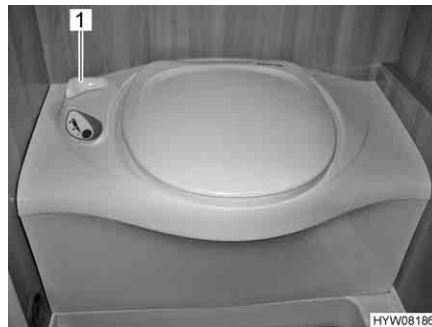

Bild 226 Thetford-toalett
- Öppna spjället på Thetford-toaletten före spolning. Därtill vrids spjällspaken (Bild 226,1) moturs.
- Efter spolning stängs spjället. Därtill vrids spjällspaken (Bild 226,1) medurs.